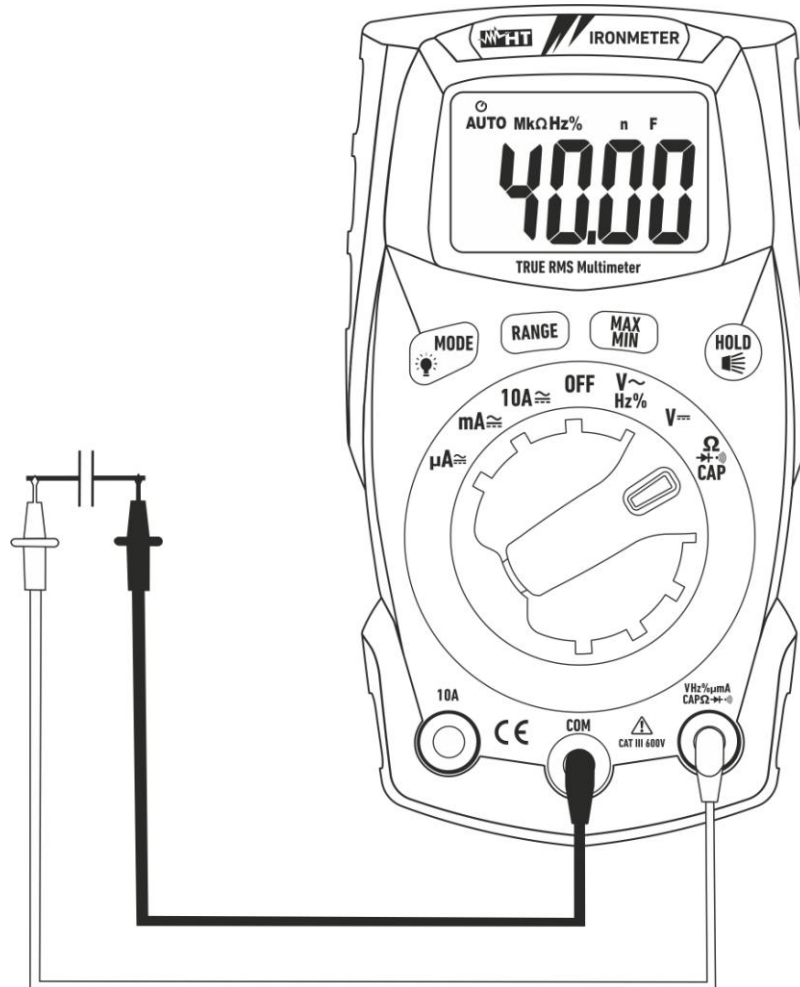

Fig. 7: Uso do instrumento para a medição de Capacidades
4. Colocar as pontes nas extremidades do condensador em exame respeitando eventualmente as polaridades positivas (cabo vermelho) e negativas (cabo preto) (ver Fig. 7). O valor da capacidade é apresentado no display